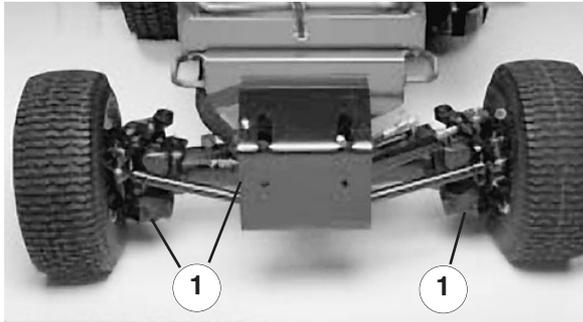

Figure 52
2. Limpe a zona em redor do tampão de escoamento (Fig. 52).